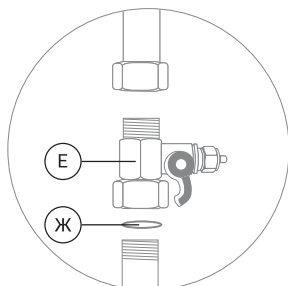

Рис. 14
1. Установите тройник-адаптер (Е) на магистраль холодной воды, уплотнив соединения уплотнительными шайбами (Ж), поставляемыми в комплекте (рис. 14).